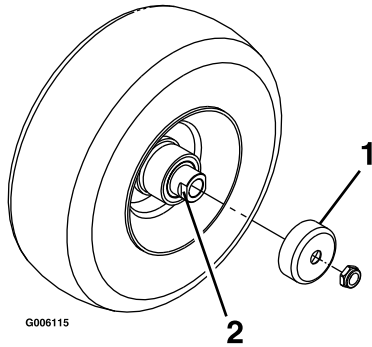

Figura 37
4. Retire los protectores de los retenes del buje de la rueda (Figura 37).